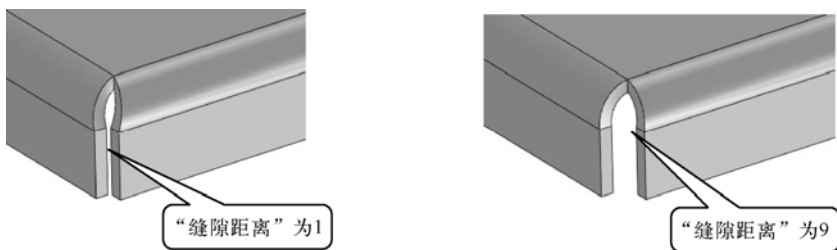

图 3-14 创建自定义形状“边线法兰”
- “缝隙距离”文本框 : 当所选择的两条边线相邻时, 用于设置两个边线法兰间的距离, 如图 3-14 所示。